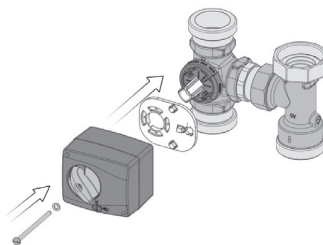

Abb. 19
6. Verdrehsicherung (9) auf 3-Wege-Mischhahn legen (Abb. 19).
7. Stellmotor auf Adapter (3) aufsetzen (Abb. 19).
8. Schraube (4) mit Fâcherscheibe (5) mit einem Drehmoment von 5 Nm anziehen (Abb. 19).